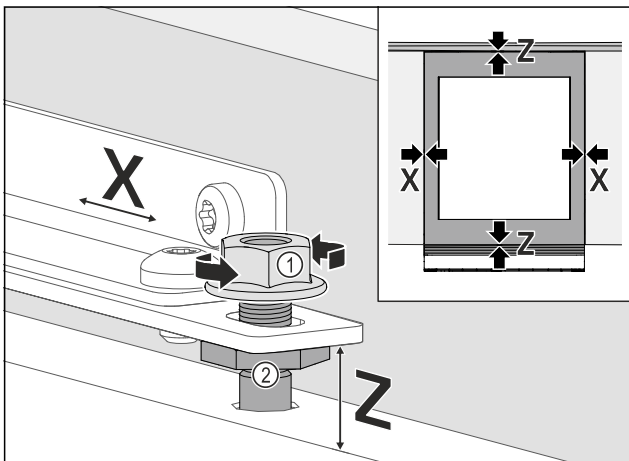

Fig. 76
- ▶ Ustawianie boczne drzwi mebla: Odkręcić Fig. 76 (1) nakrętki zabezpieczające, przesunąć drzwi mebla w kierunku X.
- ▶ Dokręcić nakrętki zabezpieczające Fig. 76 (1).
- ▶ Ustawianie drzwi mebla na wysokość Z i pochylenie boczne: Ustawić Fig. 76 (2) sworzeń regulacyjny.